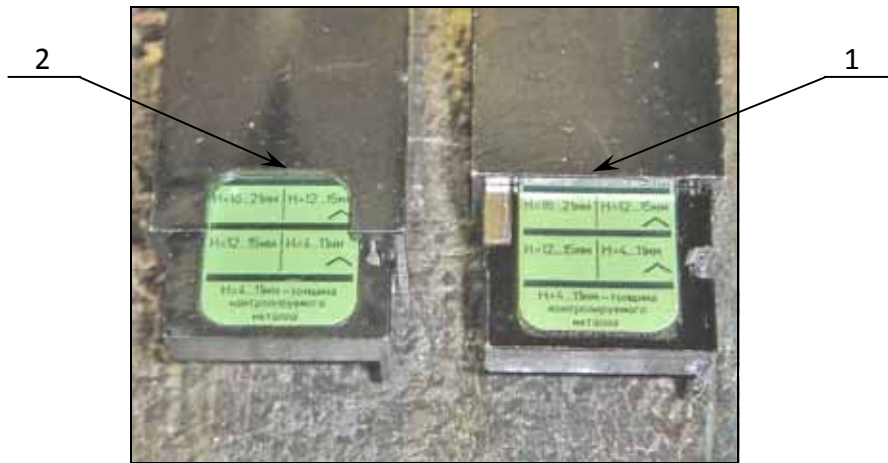

Рисунок 26 – Установление величины раздвижки МП2.
5.3.5.1 Раздвинуть МП2 (МП4) совмещая отметку с надписью контролируемой толщины, находящуюся на выдвигной части корпуса, с гранью корпуса (см. рисунок 26, поз.1 – МП2 старого образца, поз.2 – обновлённые МП2). Для контроля продольных стыковых швов
трубопроводов и сосудов  $\varnothing 530...1420$  мм осуществить «излом» корпуса МП2 вращением колеса 3 (см. рисунок 5). Для продольных швов  $\varnothing 530...1420$  мм отметка толщин обозначена справа со знаком «^» - излом МП2, для кольцевых швов слева - без излома МП2 (см. рисунок 26).